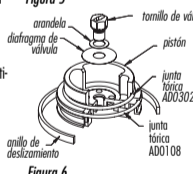

Figura 6
3. Tire con cuidado del pistón para extraerlo del cilindro grande. El anillo de deslizamiento (Figura 6) se caerá del pistón al salir éste del cilindro grande. Procure no ensuciar las juntas, manteniéndolas limpias y libres de polvo todas las piezas. NO extraiga los tornillos de ajuste negro y plateado, ya que si lo hace se dañará el mecanismo interno del amortiguador.